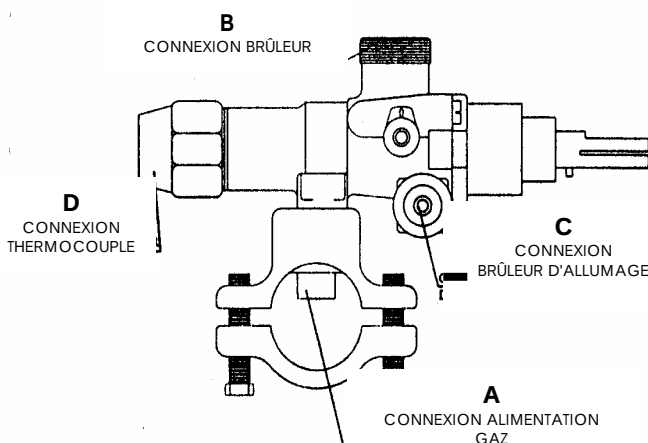

Fig. 8
a) Desserrez les écrous qui unissent la vanne à la conduite générale (A) et à la conduite du brûleur (B) (Fig.8)
b) Desserrez les écrous qui unissent la vanne au tuyau du brûleur d'allumage (c) et au thermocouple (D) (Fig.8)
b) desserrez l'écrou qui unit le thermocouple à la vanne d'entrée du gaz (D) (Fig.8).